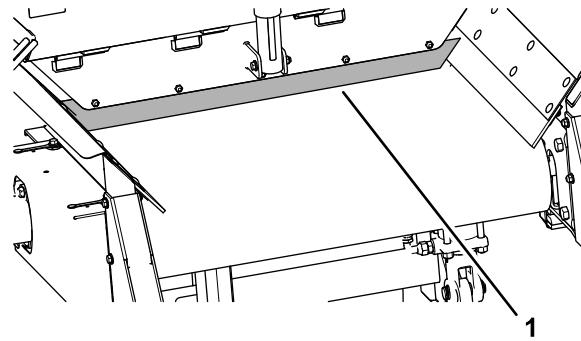

Figure 57
5. Déposez le racleur de nettoyage de la bande à l'arrière de la machine (Figure 57).